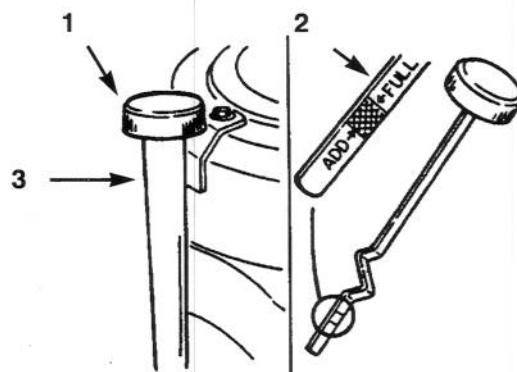

Fig. 33
- Pulite attorno all'asta di misurazione del livello dell'olio (Fig. 33) perché lo sporco non penetri nel foro di riempimento, danneggiando il motore.
- Svitate l'asta di misurazione dell'olio e pulitene l'estremità di metallo (Fig. 33).
fondo sul tubo di riempimento (Fig. 33). Svitate di nuovo l'asta ed osservatene l'estremità di metallo: se il livello dell'olio è basso, versate lentamente nel tubo di riempimento abbastanza olio da portare il livello alla taccia "FULL".
- Versate lentamente nel tubo di riempimento (Fig. 33) circa l'80% del quantitativo di olio indicato. Ora verificate il livello; vedi *Verifica del livello dell'olio*, punti 4 e 5.